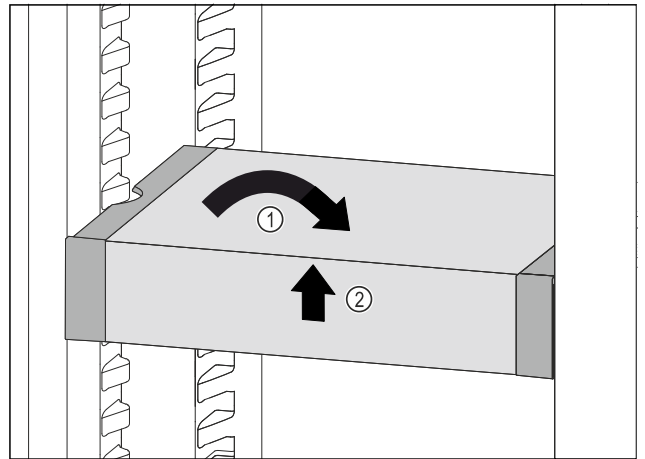

Fig. 100
- ▶ VarioSafe postavte rovno. Fig. 100 (1)
- ▶ VarioSafe nadvihnite vpredu. Fig. 100 (2)